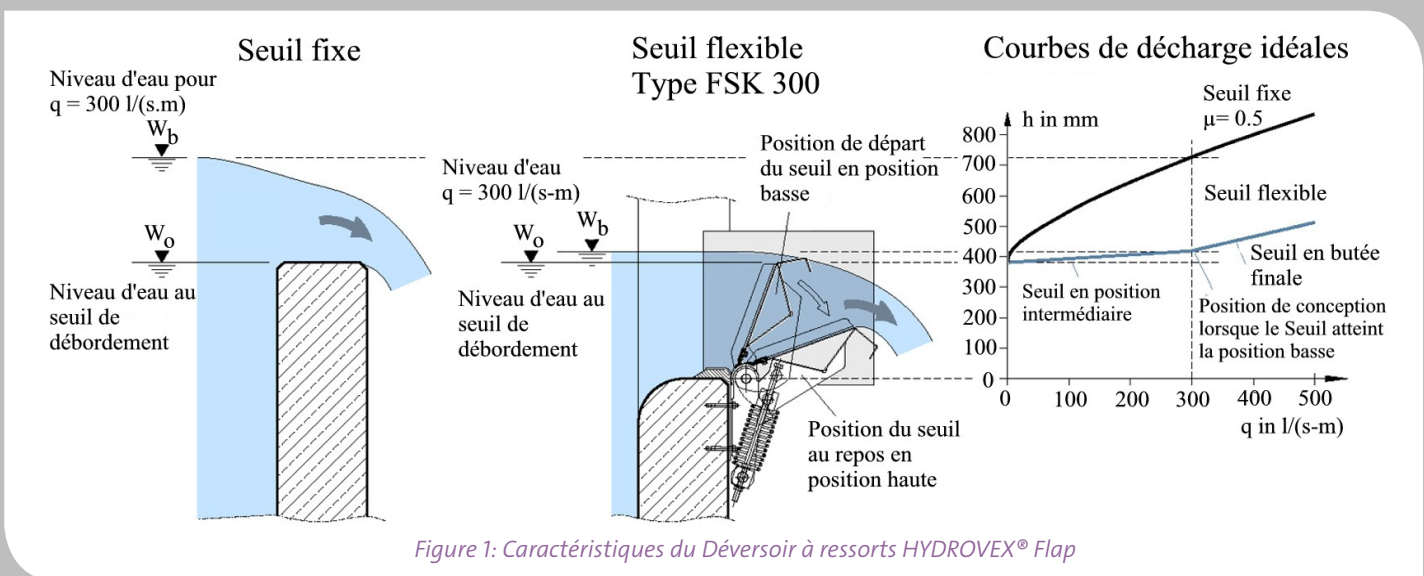

Figure 1: Caractéristiques du Déversoir à ressorts HYDROVEX® Flap
**Ouverture maximale :** Lorsque le débit de consigne du déversoir à ressort est atteint, les ressorts sont comprimés au maximum et le seuil ne pourra pas s'incliner davantage. A ce stade, le déversoir à ressort va se comporter comme un seuil fixe optimisé, capable de résister à des surcharges hydrauliques et de plus hauts niveaux d'eau. Malgré une diminution de son efficacité, le déversoir à ressort reste plus efficace qu'un seuil fixe (Figure 1).